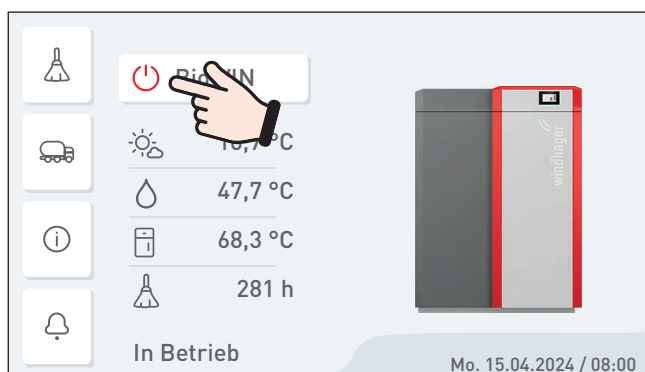

Fig. 29 BioWIN 2 Touch ausschalten
- ▶ Kessel mittels EIN/AUS-Taste am InfoWIN Touch ausschalten (Fig. 29 – siehe auch Bedienungsanleitung InfoWIN Touch) und warten bis der Ausbrandbetrieb fertig ist (ca. 20 min).